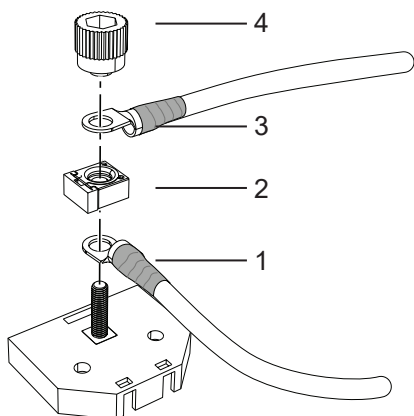
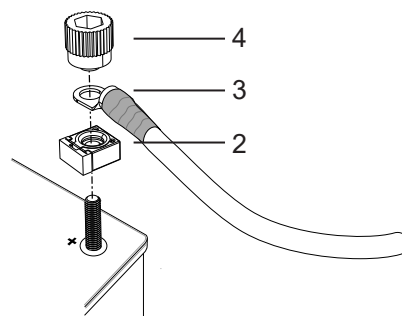

Abb.73. Anschließen an den Sicherungskasten
Abb.74. Anschließen an den Pluspol der Batterie
2. Stellen Sie ggf. sicher, dass sich der Kabinenschalter (CS) in der Position AUS befindet.
3. Schließen Sie bei Verwenden eines Sicherungskastens das Kabel (1) an den Pluspol der Batterie sowie an den Sicherungskasten an. Positionieren Sie dann die Sicherung (2) darüber, siehe Abb.73.
4. Positionieren Sie bei direktem Anschließen an den Pluspol der Batterie die Sicherung (2) auf dem Pluspol, siehe Abb.74.
5. Schließen Sie das Hauptstromkabel (3) an den Sicherungskasten bzw. den Pluspol an, siehe Abb.73 – Abb.74.
6. Schrauben Sie die Kabelanschlüsse und die Sicherung mit dem Drehknauf (4) fest an. Die Kabel werden in einem Winkel von 90° bzw. 180° voneinander montiert. Die Sicherung wird im rechten Winkel zu den Kabeln angebracht, siehe Abb.73 – Abb.74.